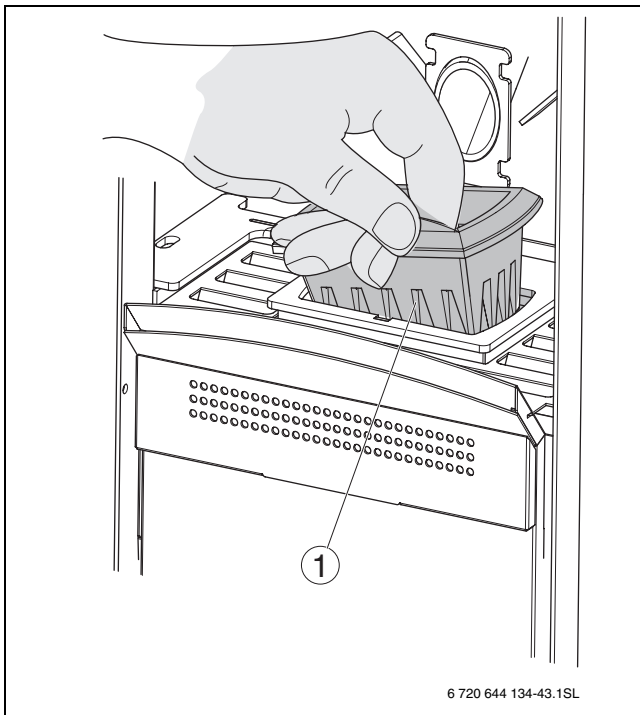

Bild 41 Brennertopf entnehmen
- Brennertopf (→ Bild 41) herausnehmen.